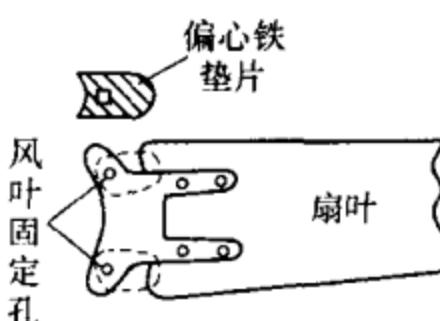

图 2-62 垫片形状
(1) 用两片专门制作的铁垫片加在轻叶片的两个固定孔上面，如图 2-62 所示。加工的每片铁垫片的重量大约是轻叶片与重叶片重量差值的 1.5 倍。因为此时铁垫片固定位置对于以悬挂点为固定转动轴计算力臂大约是铁垫片在风叶重心位置时计算力臂的 $1/3$ 。从力矩平衡方面考虑，两块铁垫片总重量大约是轻叶片与重叶片重量差值的 3 倍。这种做法基本上能满足各风叶对于竖直方向转轴力矩平衡，风叶在通电转动时保持竖直方向而不会发生晃动。为了在固定铁垫圈时不会靠在上轴承凸台上，铁垫片要加工成偏心的，使它的孔位置与风叶固定孔位置对齐时内侧边缘不超过风叶内边缘。当然铁垫片的重量还需要经过实验进行调整，以便达到最佳效果。
(2) 可以取一小块铁片，它的重量等于轻重叶片重量的差值，然后用万能胶或强力胶将铁片粘在轻叶片的上背重心位置上。这样处理后的风扇能很好达到动平衡，不必实验调试就能获得很好效果。